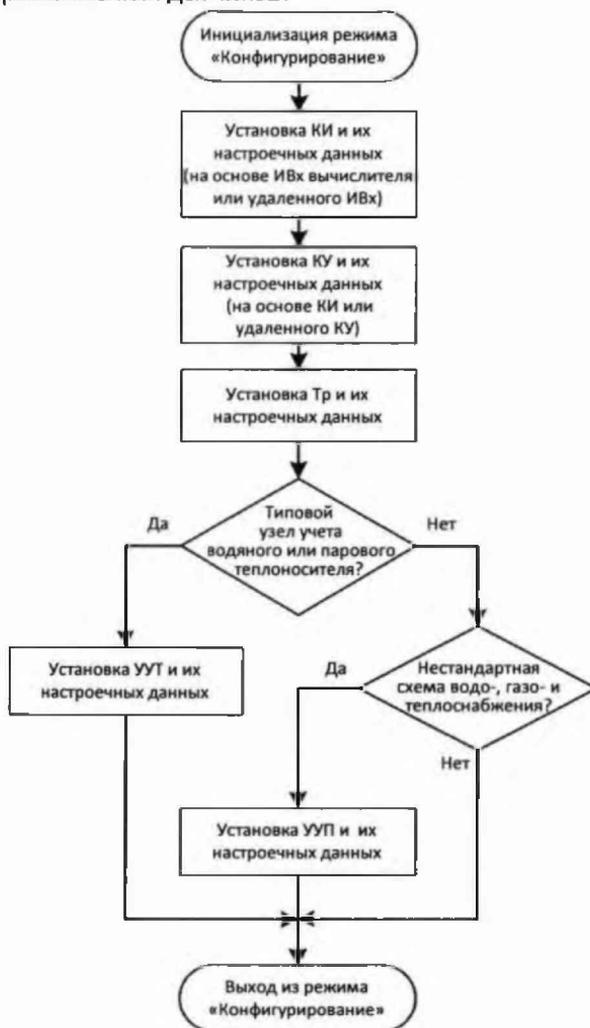

Рис. 2.1 Последовательность установки настроечных данных
– **методом последовательной установки настроечных данных по КИ, КУ, ТР, УУТ и УУП** (см. рисунок 2.1);